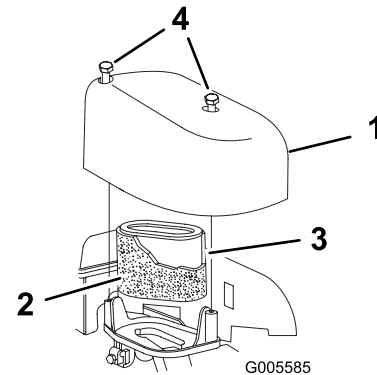

Bild 18
3. Lösen Sie die Befestigungsschrauben der Luftfilterabdeckung (Bild 18).
4. Entfernen Sie die Luftfilterabdeckung und reinigen sie gründlich (Bild 18).
6. Waschen Sie den Schaumeinsatz in milder Seifenlauge. Tupfen Sie ihn dann trocken (Bild 18).
7. Entfernen und entsorgen Sie den Papierfilter (Bild 18).
8. Legen Sie den neuen Papierluftfilter in den Schaumeinsatz ein (Bild 18).